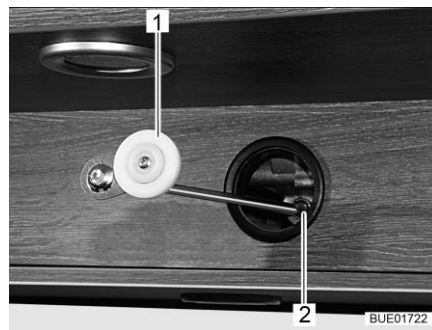

Bild 142 Mechanische Bedienung, Antrieb
- Beiliegende Kurbel (Bild 142,1) oder Innensechskantschlüssel in die Aufnahme am Motor (Bild 142,2) stecken.